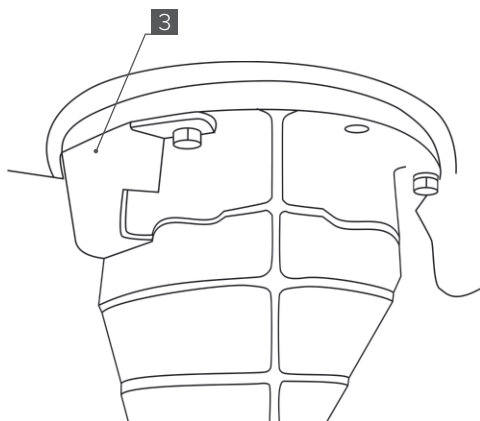

Рис. 7
- Между фланцем и вилкой включения установите щуп 0,1 мм (**см. раздел Инструменты**), по всей плоскости прилегания вилки (**Рис. 7**).
12. После установки редуктора в сборе с блокировкой в балку моста, установите защитный кожух штуцера ввода воздуха в мост [3] под болт крепления крышки (Рис. 7).